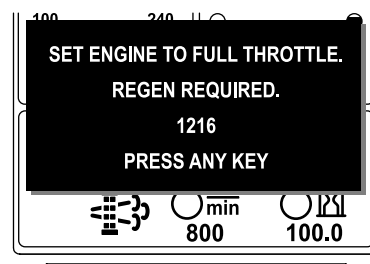

Рисунок 15
**Примечание:** Если температура выхлопа двигателя слишком низкая, на дисплее инфо-центра появится ИНФОРМАЦИОННОЕ СООБЩЕНИЕ № 1216 (Рисунок 15), чтобы сообщить, что необходимо установить максимальное положение дроссельной заслонки (высокая частота холостого хода).